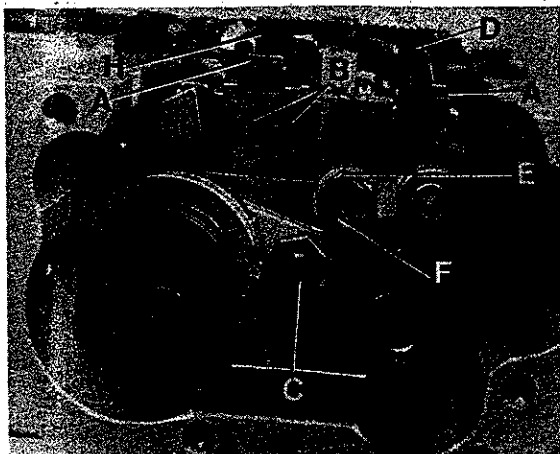
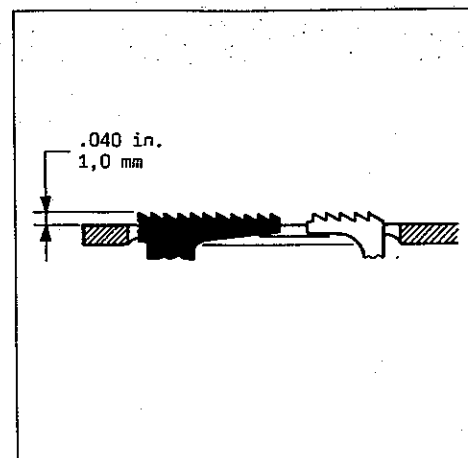

Fig.31
Fig.32
Assemble the main feed dog (H, Fig. 31) and the differential feed dog (D), tighten fastening screws (A) slightly. Insert the throat plate support with throat plate on the cylinder arm and center the feed dogs across-the-line-of-feed in the throat plate slots to have equal clearance on all sides. Now tighten screws (A) firmly. Turn pulley until the feed dogs are at their highest point of travel. In this position, the main feed dog and the differential feed dog should be set to rise approximately 1,0 mm (.040 in.) above throat plate (see Fig. 32). For setting loosen screws (B, Fig. 31) and position the feed dog holders with the feed dogs to the correct height. Tighten screws (B).
Montieren Sie den Haupttransporteur (H, Fig. 31) und den Differentialtransporteur (D), ziehen Sie die Befestigungsschrauben (A) nur leicht an. Stecken Sie den Stichplatten-träger mit Stichplatte auf den Zylinderarm und vermitteln Sie die Transporteure seitlich in den Stichplattenschlitzen so, daß sie an allen Stellen freigehen. Ziehen Sie die Schrauben (A) danach gut an. Drehen Sie an der Handrad-Riemenscheibe bis die Transporteure in der höchsten Stellung sind. In dieser Stellung sollen der Haupttransporteur und der Differentialtransporteur etwa 1,0 mm über die Stichplattenoberfläche ragen (siehe Fig. 32). Zur Einstellung lösen Sie die Schrauben (B, Fig. 31) und schieben die Transporteurhalter mit den Transporteuren auf die gewünschte Höhe. Ziehen Sie die Schrauben (B) an.
In-line-of-feed the differential feed dog can be set to the front or to the rear to clear equally between the main feed dog and the front end of throat plate slot. For adjustment loosen screw (F, Fig. 31) and rotate eccentric (E) in operating direction until the correct setting is obtained. Retighten screw (F).
Also the main feed dog (H, Fig. 31) can be set slightly in-line-of-feed to the front or rear in the throat plate slots, if required. Loosen nut (C) and move the feed dog accordingly. Retighten nut.
In Transportrichtung kann der Differentialtransporteur entsprechend vor- oder zurückgestellt werden, damit er zwischen dem Haupttransporteur und dem vorderen Schlitzende der Stichplatte gleichmäßig freigeht. Zur Einstellung lösen Sie die Schraube (F, Fig. 31) und drehen den Exzenter (E) in Nährungsrichtung, bis die richtige Einstellung erreicht ist. Ziehen Sie die Schraube (F) wieder an.
Auch der Haupttransporteur (H, Fig. 31) kann, bei Bedarf, in Transportrichtung in den Stichplattenschlitzen geringfügig vor- oder zurückgestellt werden. Lösen Sie die Mutter (C) und verschieben Sie den Transporteur entsprechend. Ziehen Sie die Mutter wieder an.